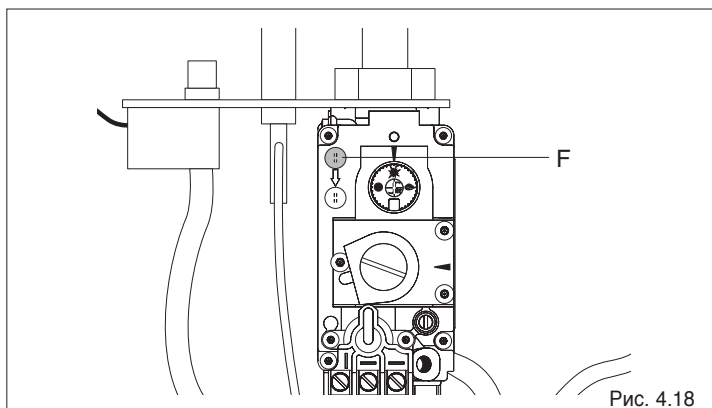

Рис. 4.18
- выкрутить на клапане заглушку F (Рис. 4.18).